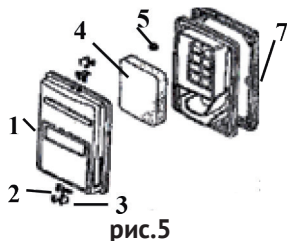

рис.5
- открыв две защёлки (рис.5 поз.3), снимите крышку воздушного фильтра (рис.5 поз.1);
- извлеките и осмотрите поролоновый воздушный фильтр (рис.5 поз.4);